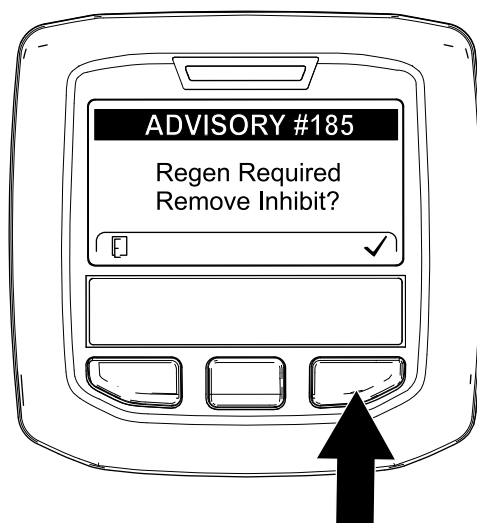

Figura 67
**Nota:** Si INHIBIR REGENERACIÓN está en ACTIVADO, el InfoCenter muestra el AVISO N° 185 (Figura 67). Pulse el botón 3 para poner Inhibir regeneración en DESACTIVADO y continuar con la regeneración de reinicio.